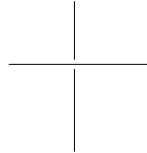

图 2-14 管线置下
- “管线置下”选项：选中该项，后画的管线位于先画的管线之下，如图 2-14 所示（先画水平管线，再画垂直管线）。